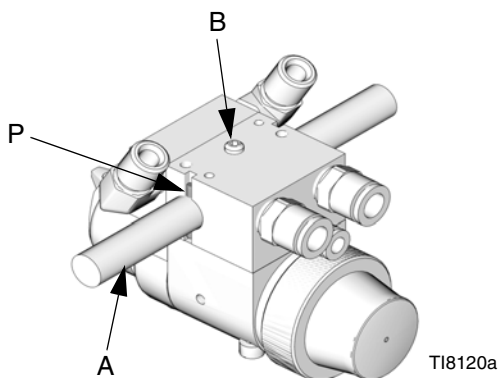

FIG. 3: Montaje en brazo oscilante
1. Inserte la barra de montaje (A) a través del agujero del colector tal como se indica en la FIG. 3.